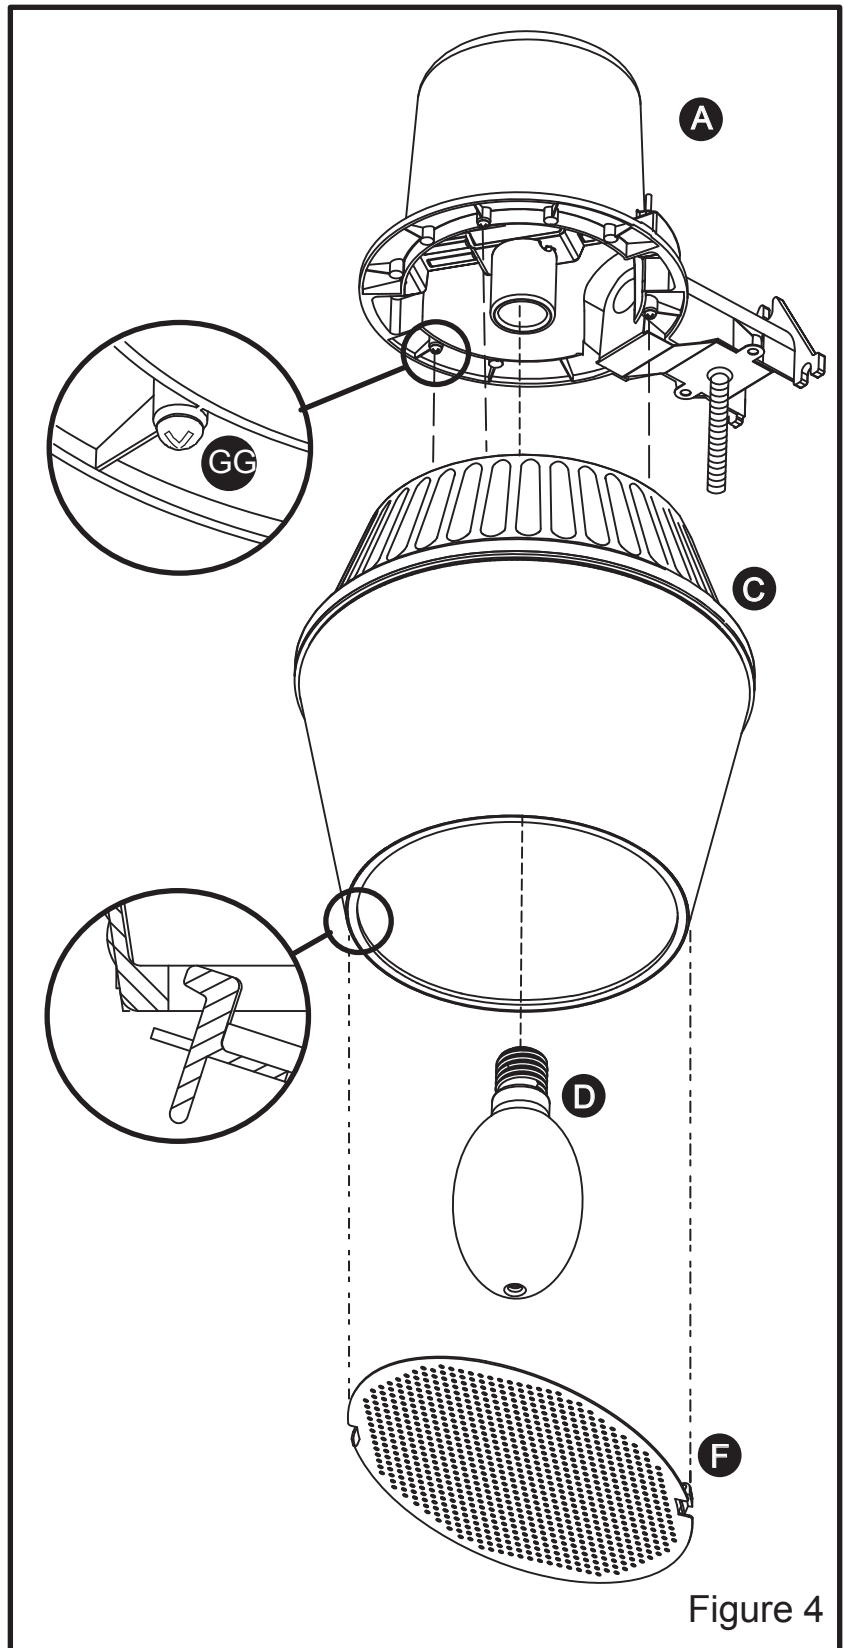

Figure 4
Fixez l'assemblage de lentilles (C) à l'aide des trois vis (GG) déjà installées sur le luminaire (consultez la figure 4).
Placez la grille de protection (F). Insérez l'encoche de la grille dans l'assemblage de lentilles (C), soulevez la grille et emboîtez-la (consultez la figure 4).